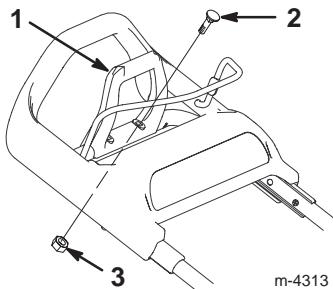

Figure 4
- 11.** Placez la poignée d'aide au déplacement sur les trous de la barre de la partie supérieure du mancheron (Fig. 4).
- 2. Vis de carrossier (2)
- 3. Contre-écrou (2)
- 12.** A l'aide des boulons de carrossier et des contre-écrous fournis dans le kit, fixez la poignée à la barre (Fig. 4). Serrez les contre-écrous jusqu'à ce que la poignée d'aide au déplacement ne plie plus, mais **ne les serrez pas excessivement**.